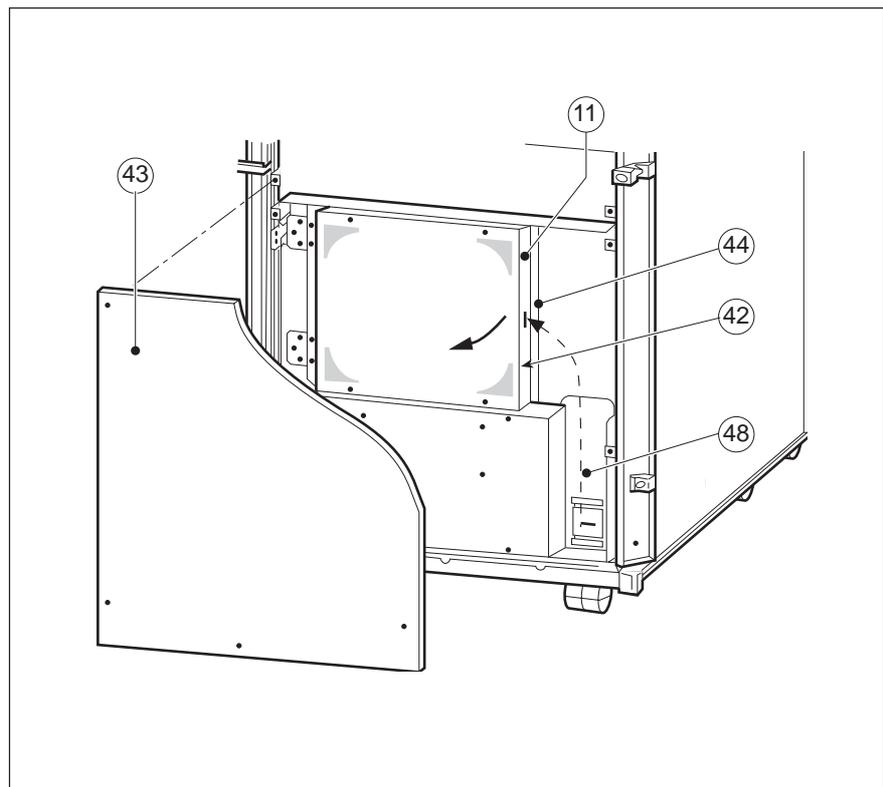

Fig.11
**Comet série 33 20/30kVA** (voir figure 11)
- démonter le panneau inférieur (43) en enlevant les 5 vis de fixation ;
- enlever la vis de fixation (44) du support de cartes de communication ;
- ouvrir le support de cartes vers la gauche, pour accéder à l'emplacement des ports de communication optionnels (11),
- démonter un cache (42) en enlevant les 2 vis de fixation,
- refermer le support de cartes et le fixer à l'aide de la vis (44) ;
- faire passer les câbles de liaison dans la goulotte (48) ;